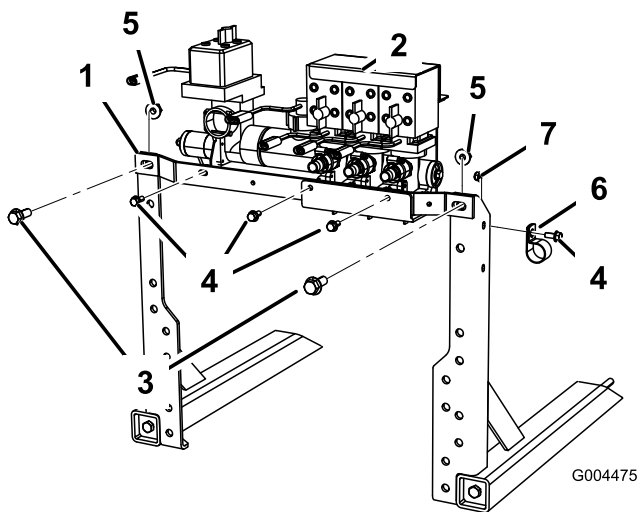

Figura 9
1. Coloque el travesaño nuevo en los montantes de la válvula utilizando los fijadores que ha retirado previamente (Figura 9).
2. Sujete el conjunto de las válvulas a la barra utilizando 3 pernos (5/16 x 3/4 pulgadas); consulte Figura 9.
3. Coloque la abrazadera de manguera en el montante del brazo derecho (Figura 9).
1. Localice la manguera de abastecimiento del brazo central que sale de la parte delantera de la máquina y pásela por la abrazadera en R instalada en el montante del brazo derecho (Figura 9) y por el orificio con el casquillo en el bastidor del conjunto del brazo central.